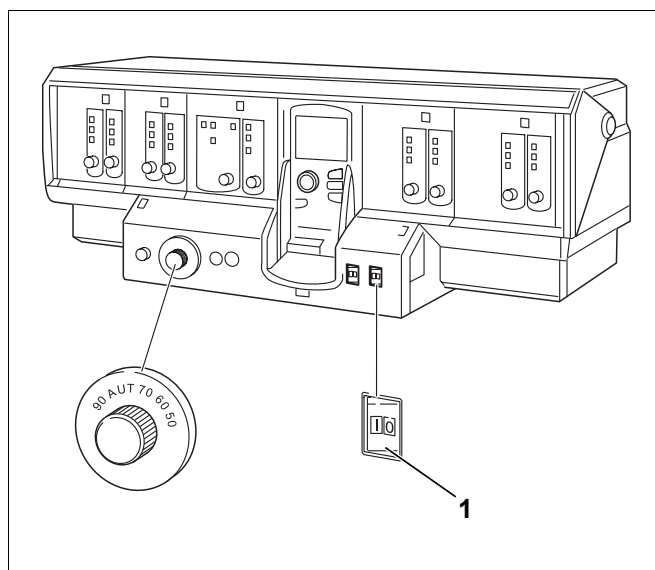

Fig. 70 Esempio Logamatic 4311
- ▶ Mettere l'interruttore di esercizio (fig. 70, [1]) dell'apparecchio di regolazione in posizione "0".